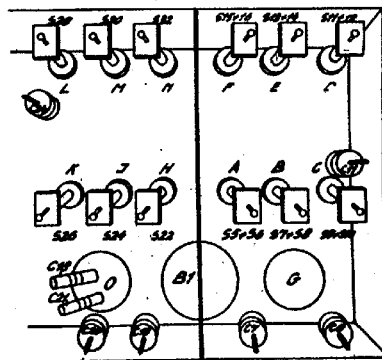

Fig. 9
H.F. en OSCILLATORKRINGEN (Fig. 9)